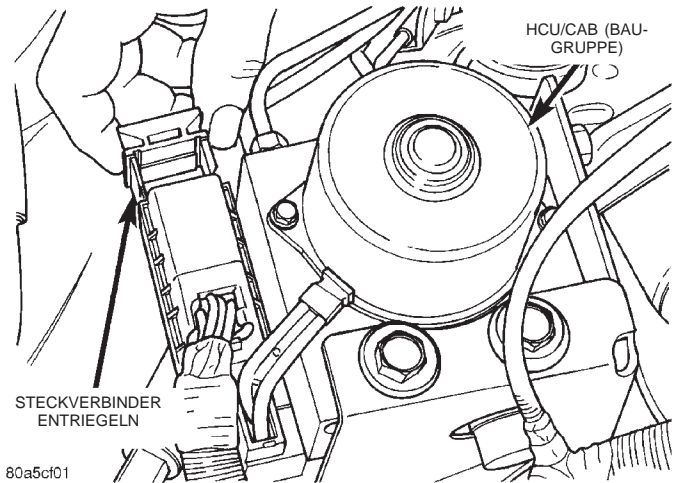
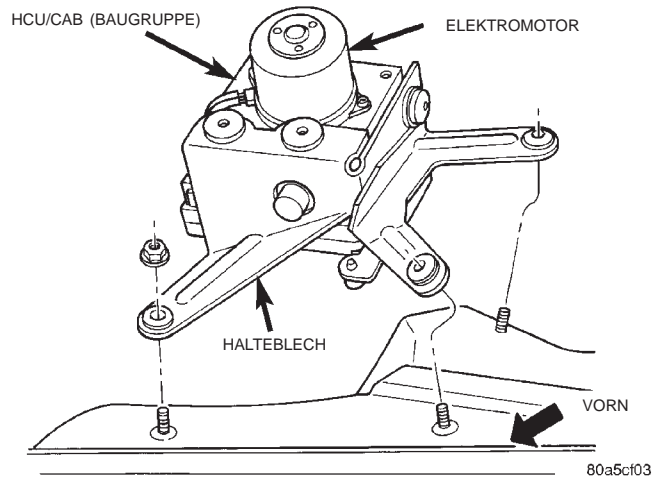

Abb. 5 CAB-Steckverbinder entriegeln
Abb. 6 HCU/CAB-Baugruppe
- (1) Das Masseband von der Batterie abklemmen.
- (2) Das Motorluftfiltergehäuse ausbauen.
- (3) Die Befestigungsschrauben am Vorratsbehälter der Scheibenwaschanlage lösen und den Vorratsbehälter zur Seite schieben.
- (4) Das Wärmeschutzblech vom Lenkgetriebe abbauen.
- (5) Den Kabelbaum-Steckverbinder des CAB entriegeln und abziehen (Abb. 5).
- (6) Die Bremsleitungen von der HCU lösen.
- (7) Die Befestigungsmuttern am Halteblech von Hydraulikeinheit und ABS-Steuergerät lösen (Abb. 6).
- (8) HCU und CAB als Baugruppe abnehmen.
- (9) Die Schrauben für das Halteblech von der HCU/CAB-Baugruppe abnehmen.